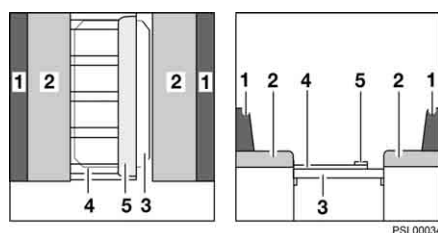

Fig. 42 Durante la trasformazione
- Aprire l'allargamento (Fig. 42,5) del telaio portamaterasso.
- Tirare i cuscini del divano (Fig. 42,2) verso il centro sul telaio portamaterasso.
- Posizionare i cuscini dello schienale (Fig. 42,1) tra i cuscini del divano e la parete esterna.